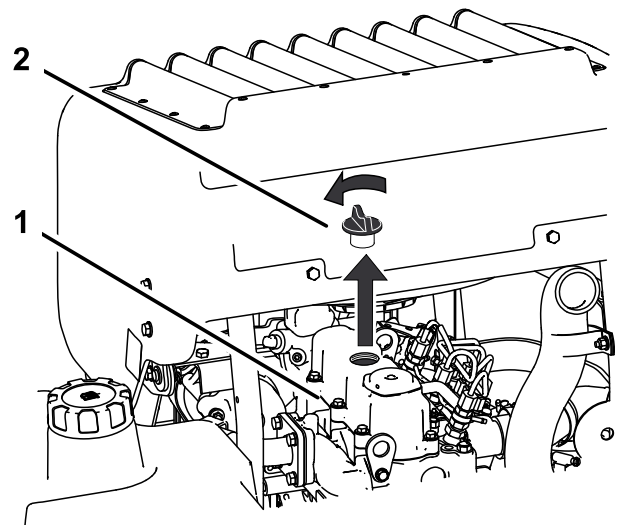

Bild 63
6. Nehmen Sie den Deckel des Einfüllstutzens oben am Motor ab (Bild 63).
2. Entfernen Sie den Ölfüllstutzendeckel und den Peilstab (Bild 63).